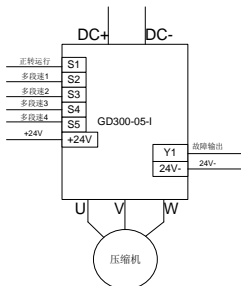

图 2-15 用户端子接线示意图
- (1) 按照图 2-6 和图 2-15 接线上电后, 设置 P02.00=0 (电机类型选为异步电机);
- (2) 设置 P00.18=1 恢复出厂值 (恢复出厂值对 P02 组参数无效);
- (3) 确认 P02 组电机参数是否与现场使用一致。异步电机出厂参数如下表所示, 若现场要驱动的电机参数与以下 P02 组出厂值不一致, 需要以现场电机参数为准;
- (1) 按照图 2-6 和图 2-15 接线上电后, 设置 P02.00=1 (电机类型选为同步电机);
- (3) 设置 P00.03 和 P00.04 为同步电机额定频率;
- (4) 设置 P02 组电机参数, 同步电机出厂参数默认如下, 若现场要驱动的同步电机参数与以下 P02 组出厂值不一致, 需要重新设置以下功能码;